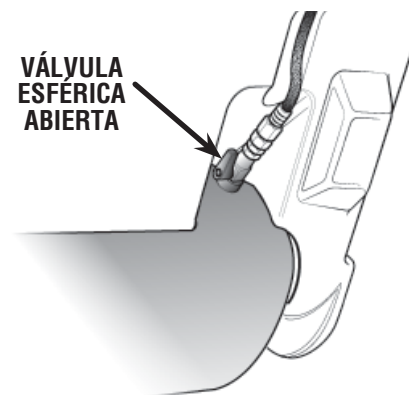

Fig. 11
- Abrir la válvula esférica de la base del tubo de inflado para empezar a inflar (Fig. 11). Puede ajustar la salida de aire girando la válvula esférica entre 0 – 90 grados.